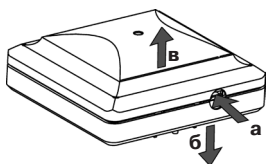

Рисунок 2
7.3 Откройте корпус блока, для этого отвертку с плоским шлицем заведите в паз корпуса (как показано на рис.2), слегка нажмите на защелку, снимите крышку.